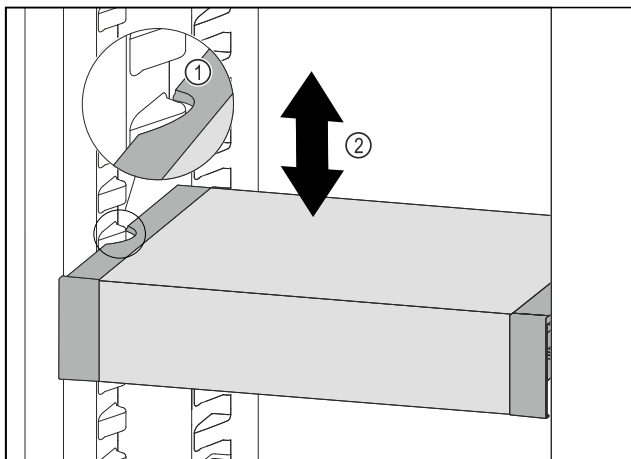

Fig. 108
- ▶ Изтеглете VarioSafe напред, докато страничните прорези на VarioSafe се намират на височината на реброто на съда в хладилната част. Fig. 108 (1)
- ▶ Преместете VarioSafe нагоре или надолу в хладилната част, докато се достигне желаната височина. Fig. 108 (2)